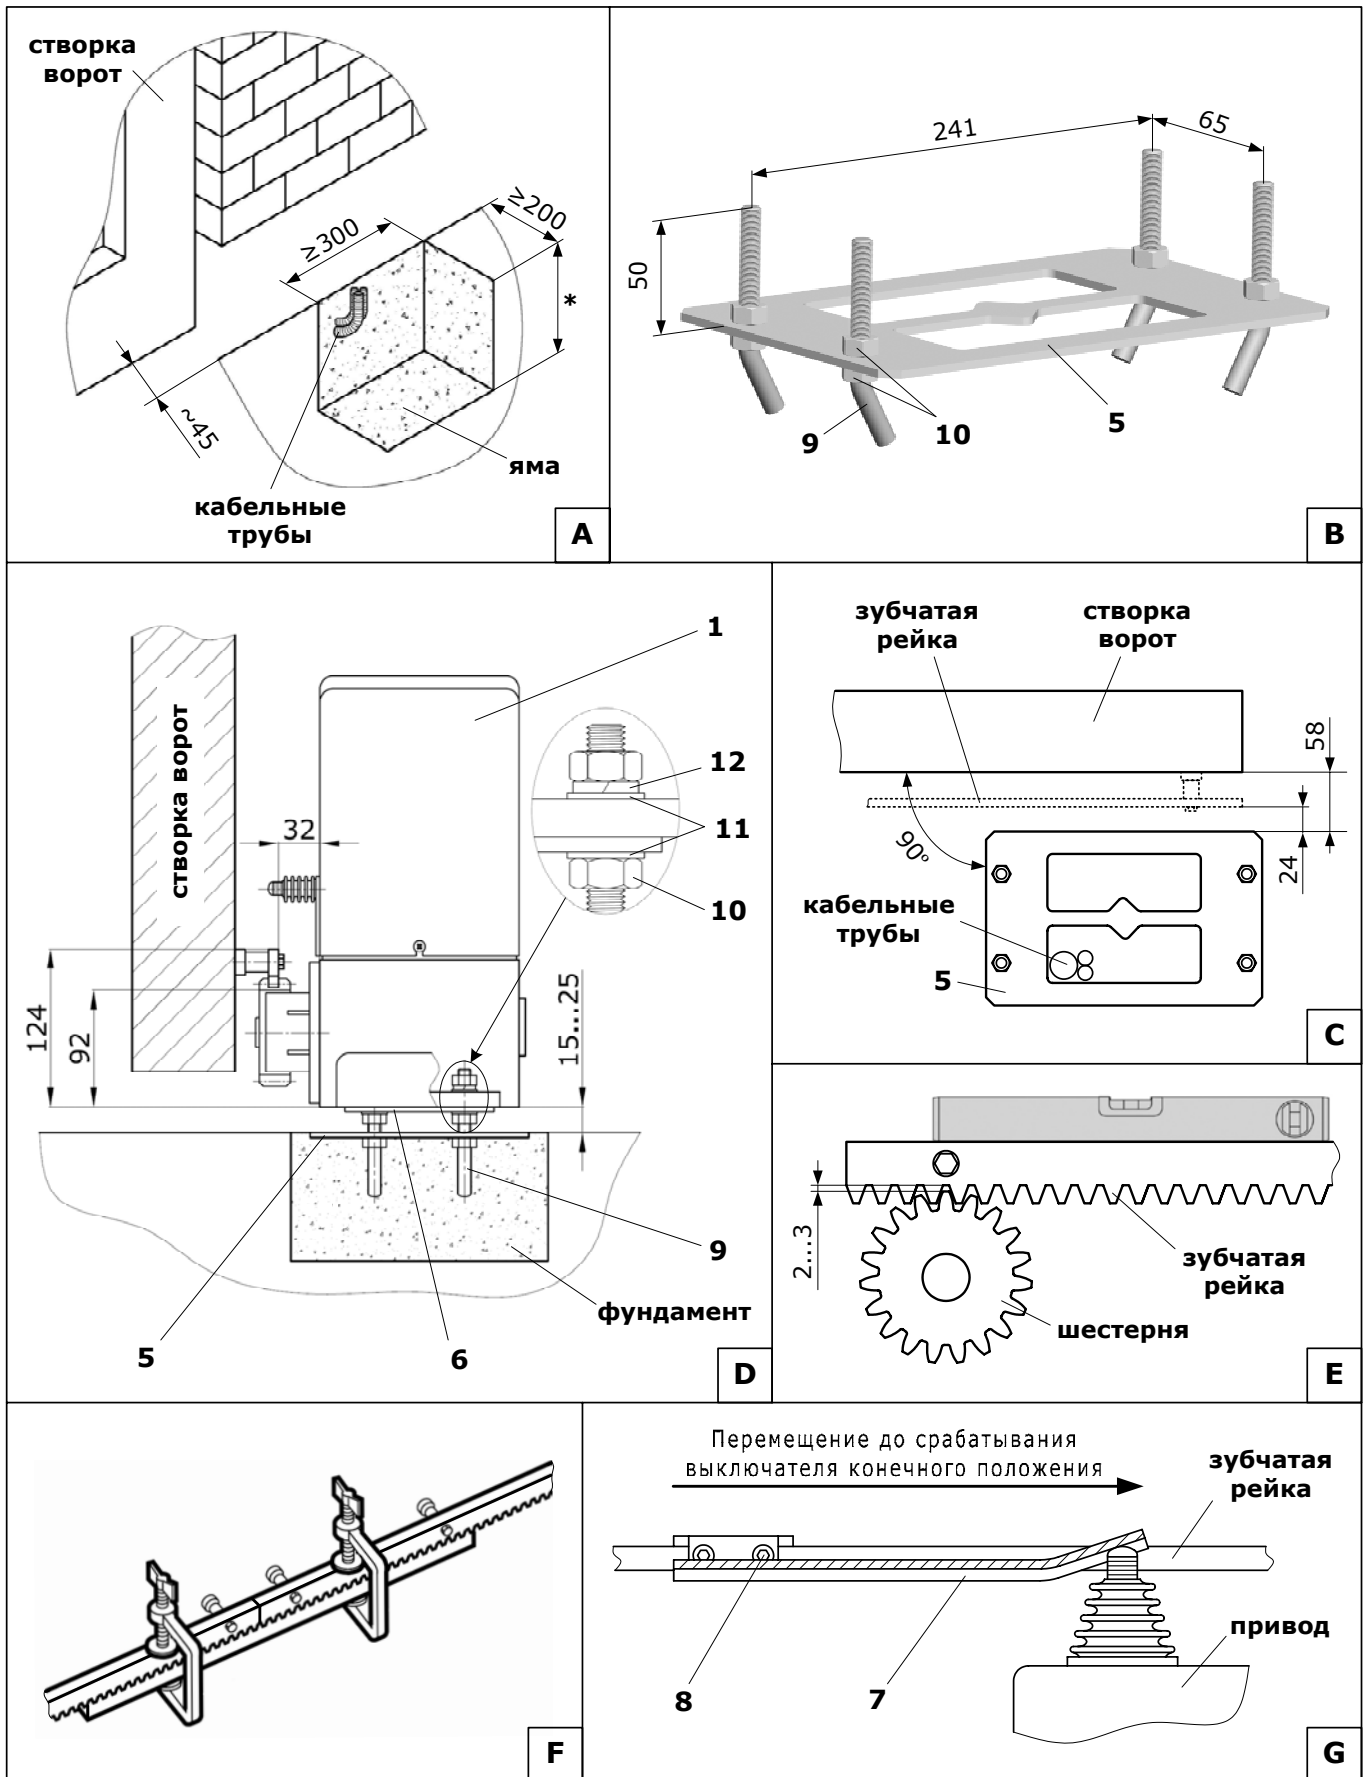

Рис. 3. Монтаж привода
- Подготовьте яму (Рис. 3А) под фундамент для привода. Расположение ямы относительно проема выберите в зависимости от конструкции ворот (например, при самонесущих воротах привод располагается так, чтобы шестерня находилась посередине между роликовыми опорами).
- Установите на монтажное основание 5 (Рис. 3В) фундаментные болты 9 и зафиксируйте их гайками 10. Гайки под монтажным основанием вверните так, чтобы оставшаяся часть болта выходила выше основания на 50мм.
- Установите монтажное основание 5 с болтами в фундамент, выдерживая необходимые установочные расстояния (Рис. 3С), соблюдая параллельность створке ворот и горизонтальность. Монтажное основание при установке необходимо немного вдавить (утопить) в фундамент, предварительно пропустив через окно в основании кабельные трубы с электрическими кабелями.